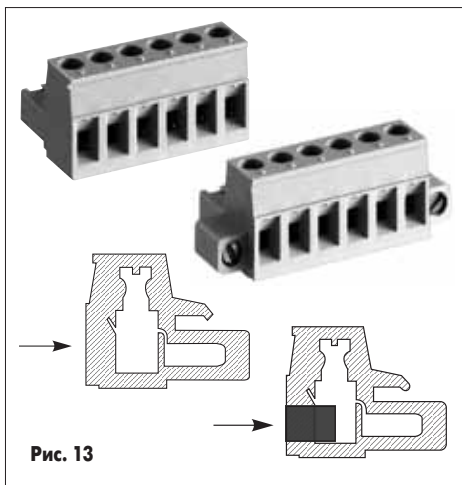

Рис. 13
1. Направление ввода провода (на чертеже показано стрелкой) параллельно контактам вилочной части, рабочий инструмент (монтажная отвертка) подводится перпендикулярно плоскости подключения (рис. 13). Эти штекеры выпускаются с шагом контактов 3,5; 3,81; 5,0; 5,08; 7,5; 7,62 мм при количестве полюсов от 2 до 24. Имеется возможность механического кодирования соединений, для ответственных применений